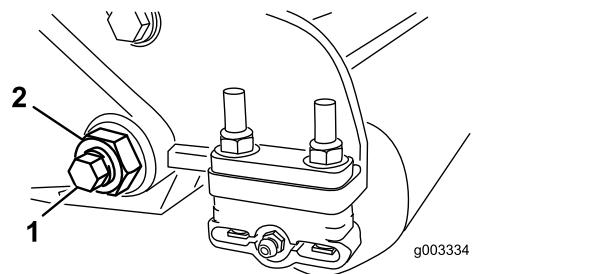

Figura 30
- Desaperte a porca de bloqueio que segura a cavilha da barra de apoio, em cada um dos lados da máquina (Figura 30).
- Remova cada uma das cavilhas da barra de apoio, de modo permitir puxá-la e retirá-la da máquina (Figura 30).